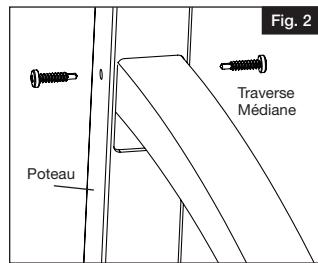

Fig. 2
- Enfoncer des vis autotaraudeuses no 8 x $\frac{3}{4}$ po (19 mm) dans les trous du poteau et à travers les trous de la traverse (une vis de chaque côté). Ne pas serrer complètement (Fig. 2). Faire de même pour les poteaux du haut et du bas.